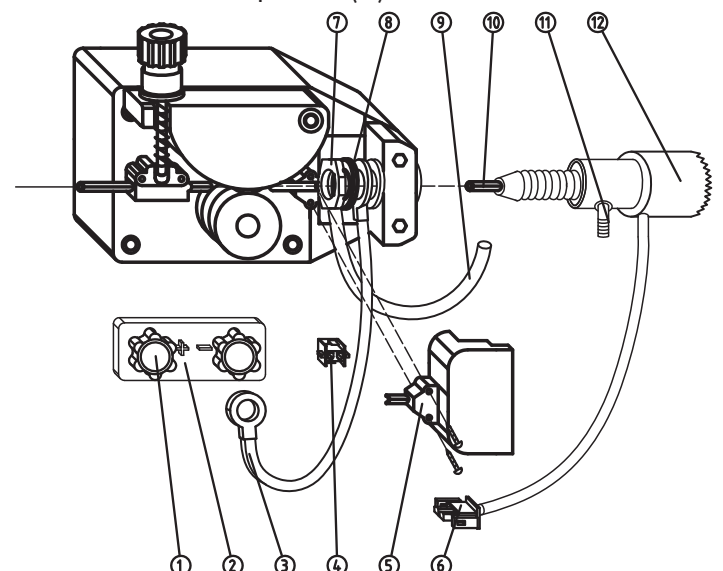

Fig.4
- Introduire la torche dans son logement et la bloquer sur le moteur du dévidoir (avec l'écrou fourni en dotation), en prenant soin de s'assurer que l'entrée de la "gaine guide-fil" est alignée avec le canal entre les deux galets d'entraînement. Pour mieux comprendre ce système, nous fournissons de suite les dessins des opérations à effectuer pour le montage correct d'une torche avec fixation séparée (FIG. 4). Connecter le tube du gaz à la prise de la torche et le fixer par un collier métallique. Unir les deux connecteurs de la gâchette de la torche, puis couvrir avec le couvercle spécial (5).